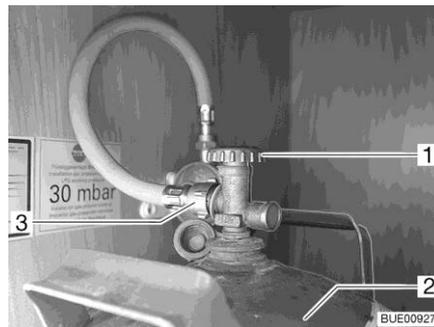

Fig. 176 Caja para bombonas de gas
- Cerrar la llave de paso principal (Fig. 176,1) de la bombona de gas (Fig. 176,2). Observar el sentido de la flecha.
- Desenroscar la goma del gas (Fig. 176,3) de la bombona de gas.